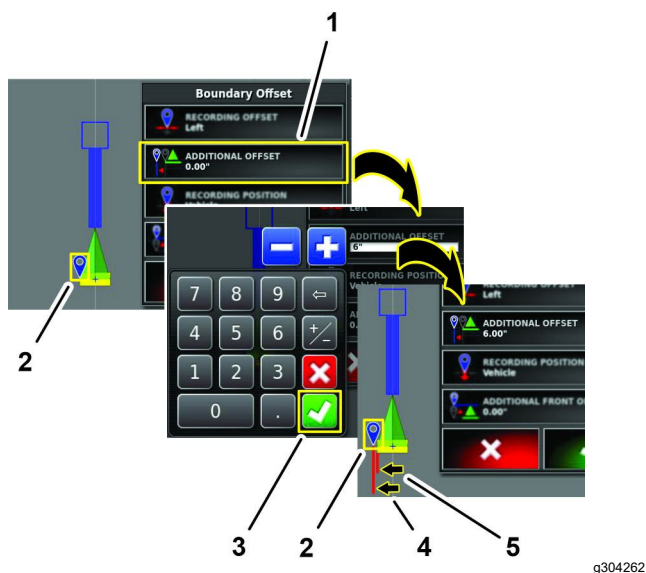

Figura 199
1. Premete l'icona OFFSET AGGIUNTIVO (Figura 199).
2. Utilizzate il tastierino sullo schermo per inserire la distanza di offset laterale, quindi premete l'icona Conferma (Figura 199).